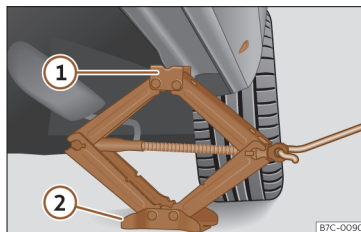

Fig. 43 Longarina: colocação do macaco do veículo.
- Rode a manivela do macaco, colocado por baixo do ponto de apoio da longarina, para levantá-lo até que o ressalto (1) >>> Fig. 43 se encontre por baixo da zona que lhe corresponde.
- Alinhe o macaco de forma que o ressalto (1) «fique encaixado» na zona da longarina que lhe corresponde e que a placa base móvel (2) fique apoiada no chão. A placa base (2) deve ficar colocada na vertical, relativamente ao ponto de apoio (1).